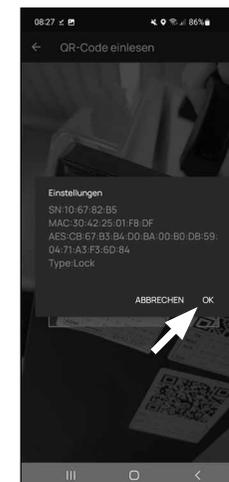

Fig. 5
- 7 Dans la fenêtre suivante, on vous demande un nom pour le cylindre. En cas d'utilisation de plusieurs cylindres et composants secuENTRY, il est recommandé de nommer le cylindre de manière à ce que vous puissiez reconnaître immédiatement de quoi il s'agit et où le cylindre est situé ou fixé. Dans l'exemple de cette notice, le cylindre est dénommé « cylindre porte d'entrée ». Confirmez le nom par « OK » (Fig. 5).